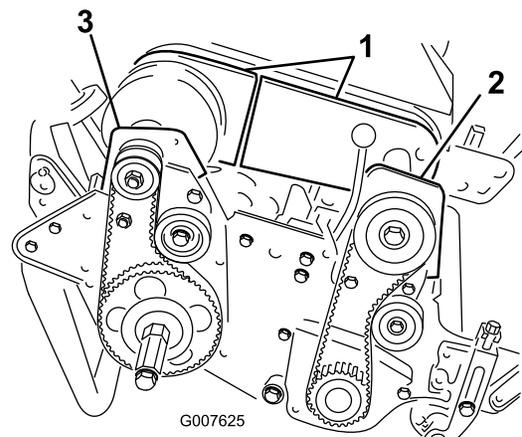

Figure 35
4. Retirez les vis de fixation des sections avant et arrière du couvercle du différentiel sur le boîtier du différentiel et enlevez les sections pour exposer la courroie (Figure 35).
6. Retirez les 2 boulons et contre-écrous de fixation du carter d'embrayage avant à la plaque latérale (Figure 35).
8. Retirez les 2 boulons et contre-écrous de fixation du logement de roulement arrière droit à la plaque latérale (Figure 35).